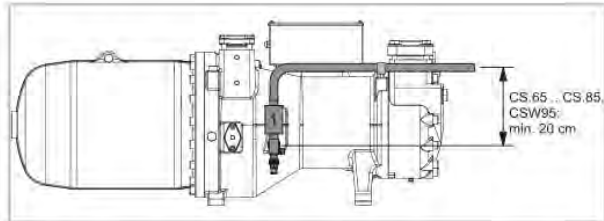

Рис. 5 Схема прокладки трубопровода линии экономайзера на компрессоре
Оptionальные линии экономайзера (ECO) (не для CSW95), см. рис. 5, стр. 96 и/или впрыска жидкости (LI), см. рис 6, стр. 96 должны быть направлены вертикально вверх от места присоединения. Это предотвращает миграцию масла и повреждение компонентов вследствие гидравлических ударов (см. руководство SH-170).